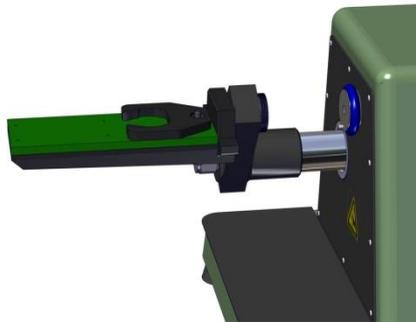

Abb. 5.8.1
2. Den Gewindeanschluss am Zubehörsockel auf die bewegliche Klemmhalterung am Gerät schieben (Abb. 7.3, Pos. 12). Rändelschraube wieder aufsetzen und handfest anziehen, um so Zubehörsockel mit beweglicher Klemmbacke zu verbinden (Abb. 5.8.1).